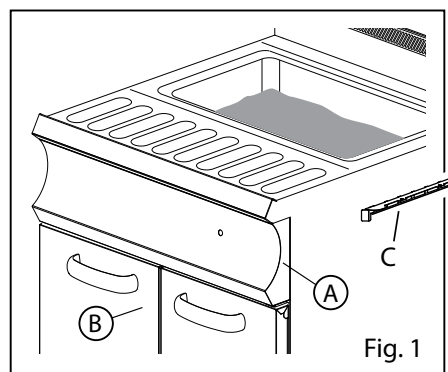

Fig. 1
1. Démontez le tableau de bord et les poignées (Fig. 1/A)
2. Ouvrir la ou les portes de l'appareil (Fig. 1/B)
- Retirer le porte-bulbe et le bulbe (Fig. 1/C)